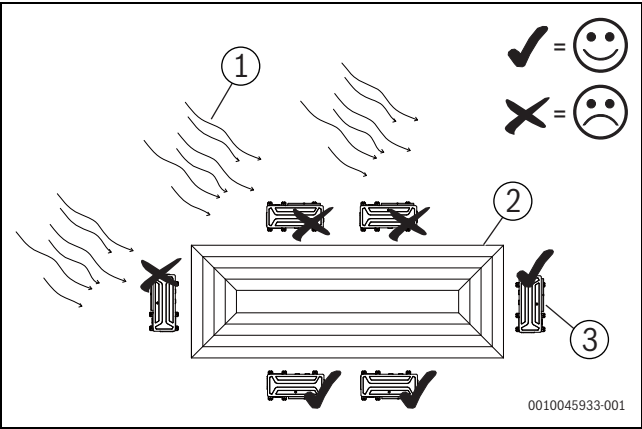

Fig. 256
- ▶ Quando uma unidade exterior é instalada num local frequentemente exposto a ventos fortes como uma costa ou no andar elevado de um edifício, garanta o funcionamento normal do ventilador utilizando uma conduta ou uma chapa de proteção de vento (fig. 256)